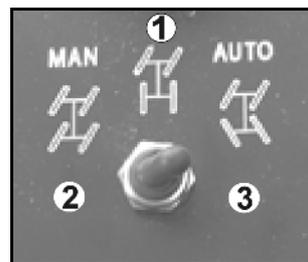

Fig. 37
Sie können zwischen 3 Lenksystemen wählen mit Hilfe des Schalters für die Lenkung (Fig. 37) am Armaturenbrett.
- Schalter Fig. 37/1:
- Schalter Fig. 37/2
- Schalter Fig. 37/3: